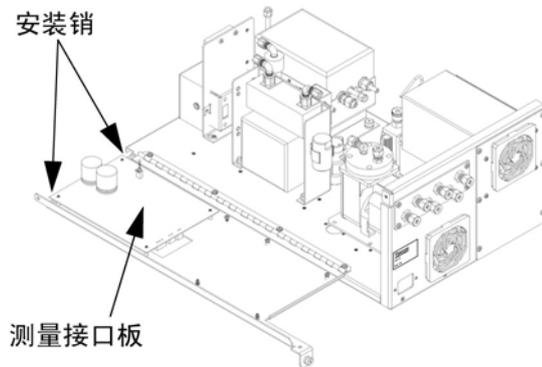

图 7-22 更换测量接口板
4. 使用螺帽扳头，取下将板固定在后面板上的两个拉线钉（图 7-22）。
使用下述程序更换测量接口板（图 7-22）。